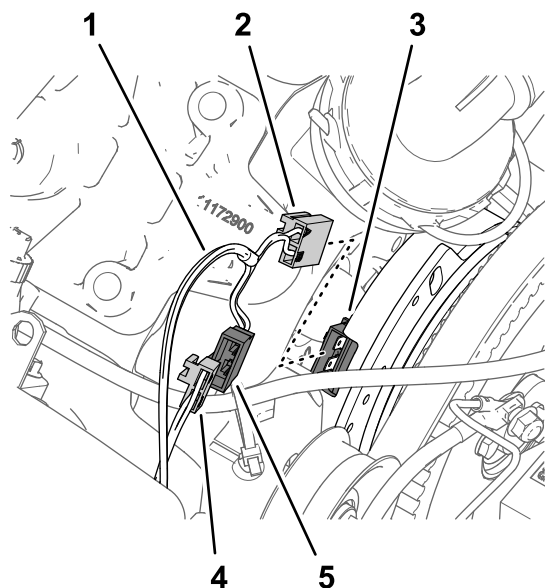

Figure 169
2. Branchez le connecteur à 2 broches de la branche de 84 cm du faisceau du kit étiquetée PUMP CLUTCH au connecteur à 2 douilles du faisceau de la machine étiqueté SPRAY PUMP COIL (Figure 169).
3. Branchez le connecteur à 2 douilles du faisceau du kit étiqueté PUMP CLUTCH au connecteur à 2 broches de l'alternateur (Figure 169).